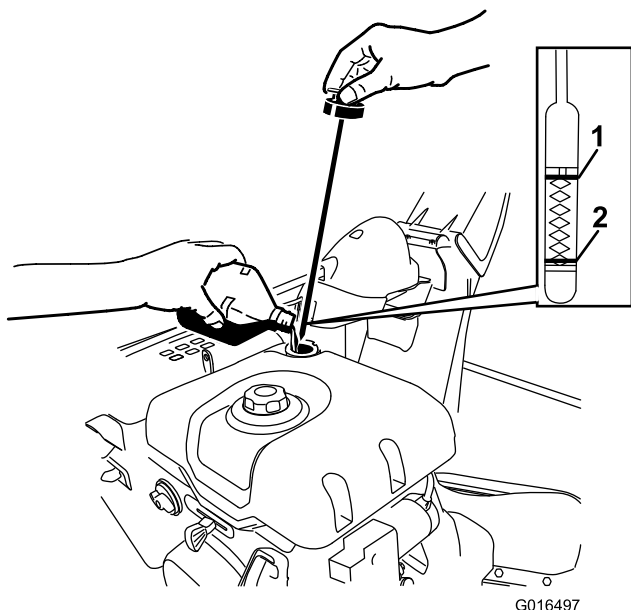

Bild 40
2. Nehmen Sie den Peilstab heraus und prüfen Sie den Ölstand (Bild 40). Füllen Sie Öl nach, wenn der Ölstand unter Auffüll-Mark am Peilstab steht. Siehe Wechseln des Motoröls \(Seite 24\).